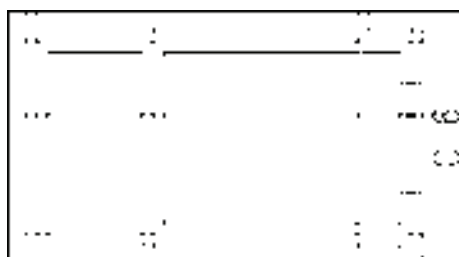

图 13-75 删除多余的墙体
8) 调用“删除”命令，删除多余的墙体，结果如图 13-75 所示。